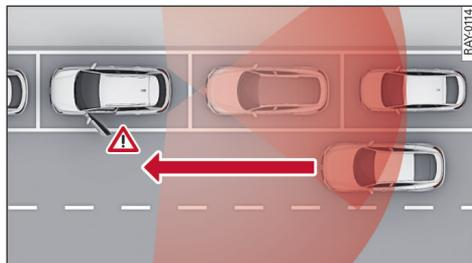

图 79 识别到有车接近
在系统能力范围内，离车警告系统可识别后方有汽车或骑车人或行人接近等交通情况并为您提供离车支持  $\rightarrow$  图 79。系统使用汽车后角感应器数据。
- 感应器探测区域  $\rightarrow$  图 79 只是示意显示，展示的不是成比例的感应器作用范围。